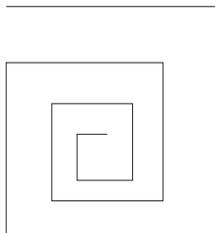

Рис. 2.5
4. Командой «Полилиния» начертить произвольную ломаную толщиной 1 мм. Включить режим «ОРТО» (рис. 2.5).